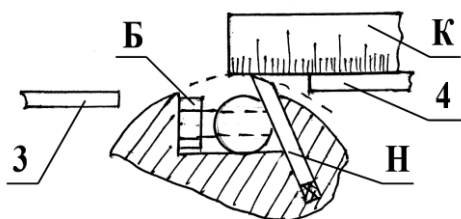

Рис. 5
- Выставить ножи (Н) строгального вала при помощи линейки-кондуктора (К) по передней кромке заднего стола (4) и надежно зажать их болтами (Б) (Рис.5).
4.2. Стругание, строгание под углом. (Рис. 5, 6)